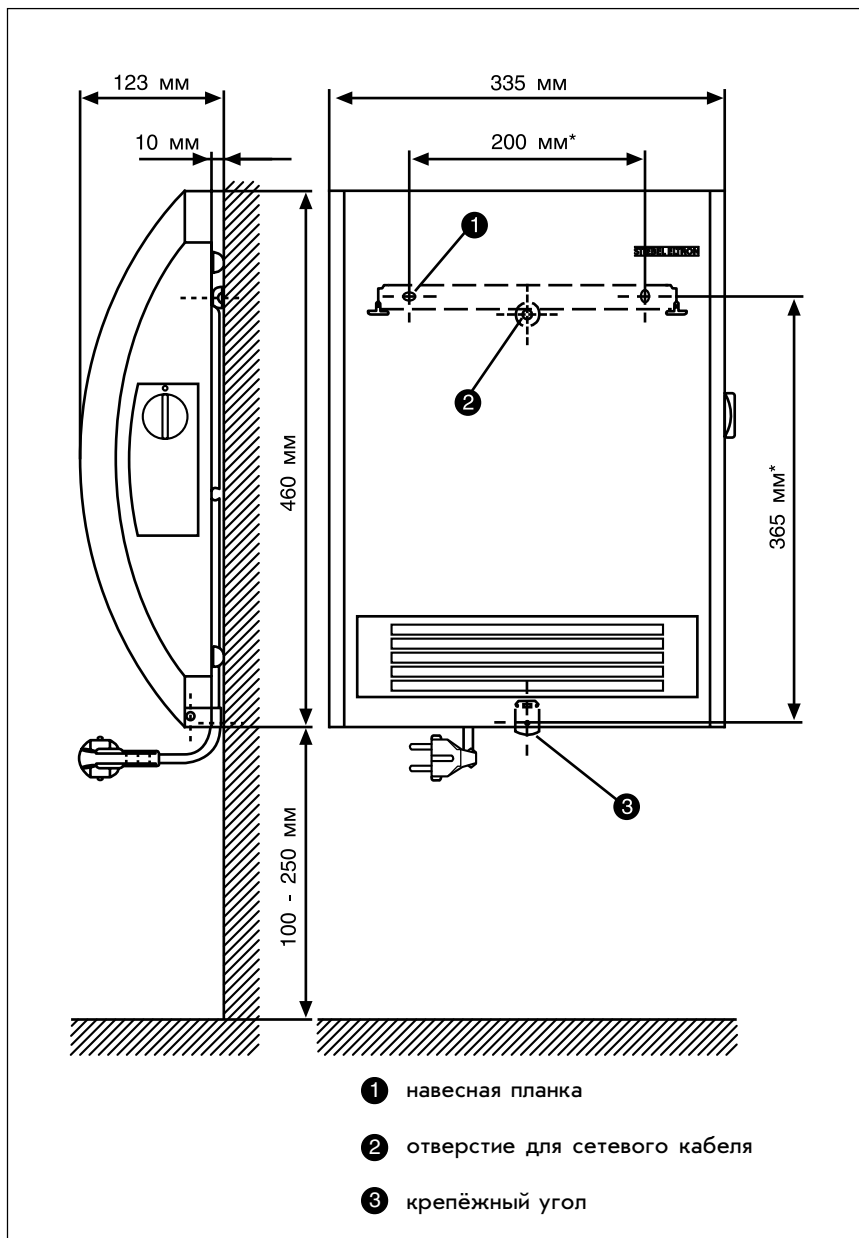

Рис. 8
Для крепления прибора на стене сначала в горизонтальном положении шлицем вверх устанавливается прилагаемая навесная планка ① (с помощью крепёжных винтов, располагаемых на расстоянии 200 мм), см. рис. 8. При этом используются подходящие дюбели. С помощью горизонтального и вертикального продольного отверстия в навесной планке в случае необходимости возможно выравнивание планки.